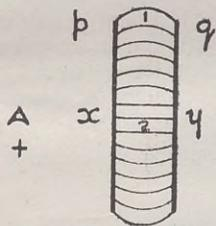

Fig. 27.
Generalmente se considera que la deformación es tal que estas líneas tienden a contraerse longitudinalmente; es decir, a hacerse más cortas y más gruesas y a repelerse mutua y lateralmente. Esto, además de explicar el fenómeno de mutua atracción entre las placas explica por qué algunas de ellas se dibujan curvadas. Debería parecer evidente que la línea *xy* (fig. 27) tiende a permanecer recta porque experimenta una presión igual o fuerza de repulsión igual sobre sus dos lados (1), mientras que las líneas exteriores, la *pq*, por ejemplo, por sufrir mayor presión por un lado que por otro, se curvan hacia afuera. Debemos advertir al lector que no tome las explicaciones y esquemas que se refieren a lo que son meros conceptos en un sentido demasiado material. Deberá dedicar su atención al significado de las líneas según están dibujadas y al motivo de que estén dibujadas de modos determinados. Por ejemplo, es importante ver en la figura 27 que, según se suceden las líneas hacia afuera y van siendo más curvas, *menor es el número de las que pasan por unidad de superficie*, porque el campo cerca de *x* (véase figura 27) es más débil que en la región *xy* en 2; por tanto, cerca de *i* el campo no es uniforme. En cada punto de la línea *pq* hay una *dirección* diferente. Ahora bien; la curvatura y distribución de las líneas en la figura expresa gráficamente los conceptos expresados en los dos últimos enunciados.
(1) Decimos los *dos* lados, porque consideramos un solo plano el del papel.